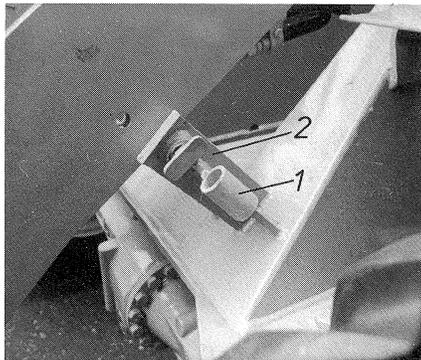

Bild 9
- Beide Absteckbolzen aus den Aufbewahrungstaschen (Bild 9/1) herausnehmen, in die Lagerbleche (Bild 9/2) einstecken und mit dem Federvorstecker sichern.